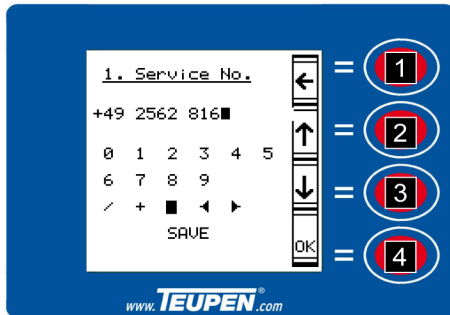

Fig. 71: Taper le numéro de l'entretien
1. ➔ Sélectionner le chiffre ou le caractère spécial souhaité avec les [touches de fonction] (Voir la Fig. 71/2 et 3).
2. ➔ Confirmer la sélection avec la [touche de fonction] (Voir la Fig. 71/4).